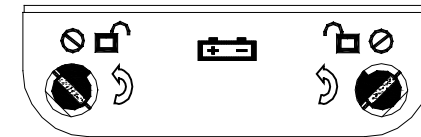

图 1
- 4-1-1. 拧出后壳上固定电池盖的锁紧扣, 退出电池盖; (如图 1 所示)
- 按电池盖上指示的方向打开锁紧扣。即相同逆时针方向各自旋转到止位, 左边一字槽与标识相同方向时为可打开; 右边一字槽与标识相同方向时为可打开, 如下图 1 状态时方可取下电池盖。
按电池盖上指示的方向锁紧电池盖锁紧扣。先把电池盖锁紧扣按指示打开的方向(见图 1)装回原处, 锁紧扣完全压进顺时针方向旋转 90 度(见图 2)。即相同顺时针方向各自旋转到止位, 左边一字槽与标识成 90 度方向为锁紧; 右边一字槽与标识成 90 度方向时为锁紧, 如下图 2 状态时为电池盖关闭。